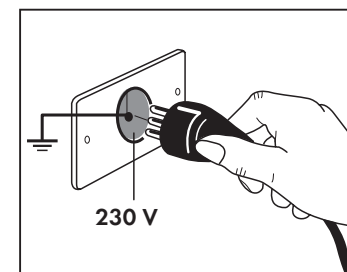

Fig. 1
- Asegurarse de que la instalación eléctrica de red (230V~) esté equipada con toma de tierra, conforme a la prescripción de las normas existentes en la materia **(Fig. 1)**